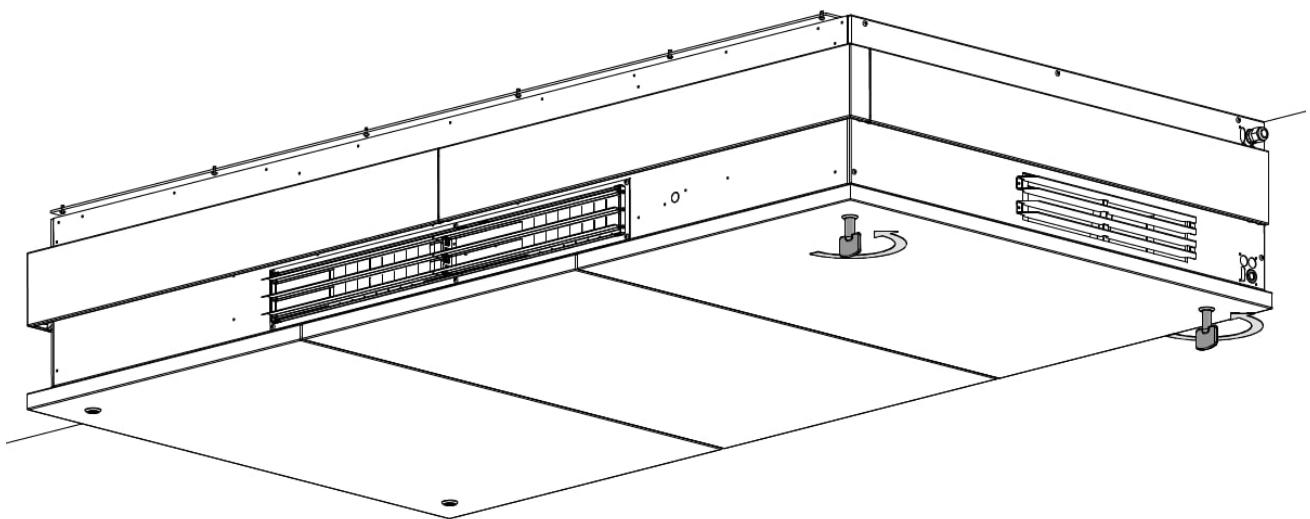

Abbildung 19: Schließen des Gehäusedeckels
10. Schließen Sie den Gehäusedeckel, siehe Abbildung 19.